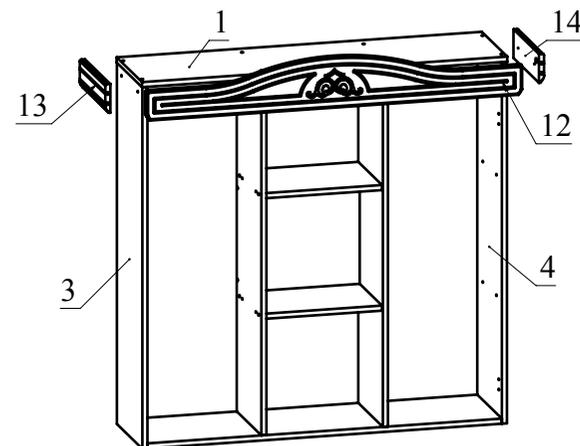

Рис.7
11. Соединить при помощи шурупов 4x30 детали 13, 14 с деталями 3, 4. Установить деталь 12 на детали 1, 3, 4 и зафиксировать, повернув конфирматным ключом головки минификсов по часовой стрелке до упора (Рис. 7).